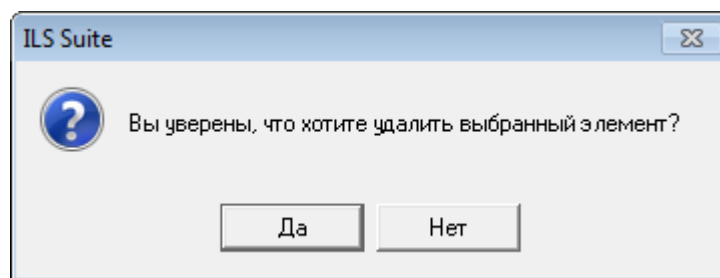

Рис. 9-25 – Диалоговое окно при удалении объекта справочника
- 4) В открывшемся диалоговом окне нажать «Да» для подтверждения действия (рис. 9-25).